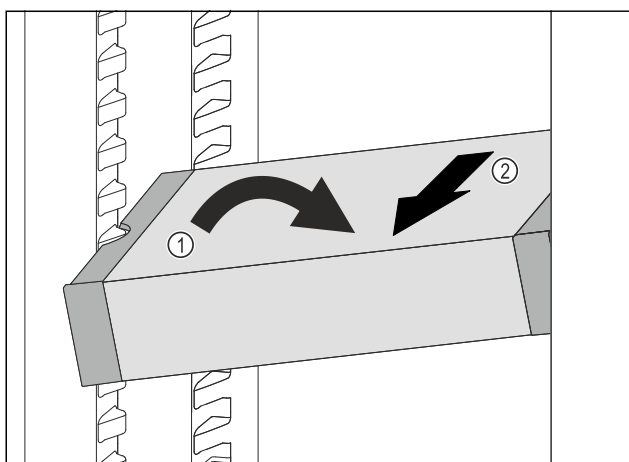

Fig. 112
- VarioSafe in het koelgedeelte schuin zetten. Fig. 112 (1)
- VarioSafe naar voren toe verwijderen. Fig. 112 (2)